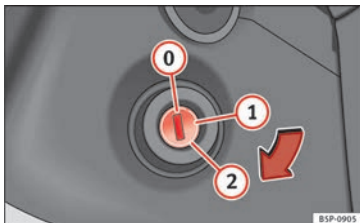

Fig. 79 Posições da chave do veículo.
Chaves do veículo » Fig. 79
3.	Rode a chave na fechadura de ignição para a posição » Fig. 79 ② ; não pise o acelerador.
5.	Rode a chave na fechadura de ignição para a posição » Fig. 79 ① .